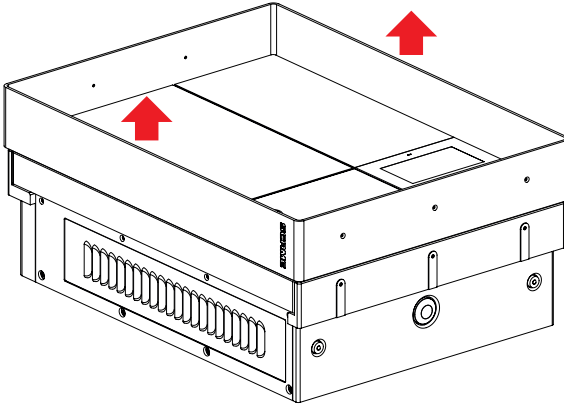

Bild 4: Entfernung des Metallrahmens
- Ziehen Sie den Metallrahmen vorsichtig herunter und stellen Sie ihn zur Seite. Siehe Bild 4. Wenn der Metallrahmen nicht abgenommen wird, kann er bei der weiteren Installation zerkratzt werden, wenn er an die Kette oder das andere Hebezeug, das zum Anheben benutzt wird, schrammt.